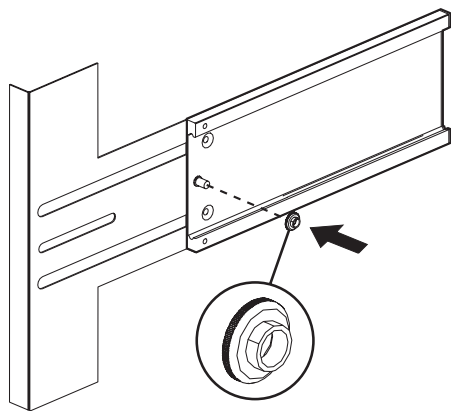

图 1-7 安装垫圈
2. 将垫圈固定到每个螺柱（用手拧紧），其凸缘一侧应朝向滑轨（图 1-7）。